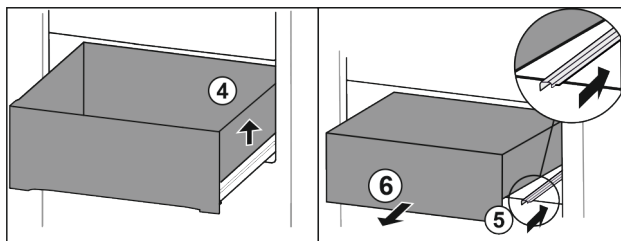

Fig. 73
- Soulever le tiroir sur la droite. Fig. 73 (4)
- Rentrer le rail de droite. Fig. 73 (5)
- Retirer le tiroir par l'avant. Fig. 73 (6)